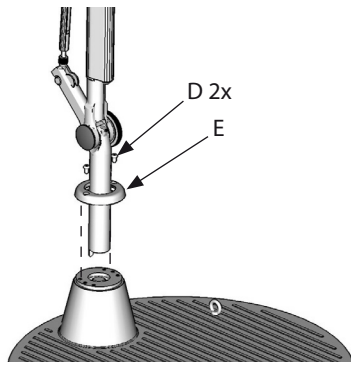
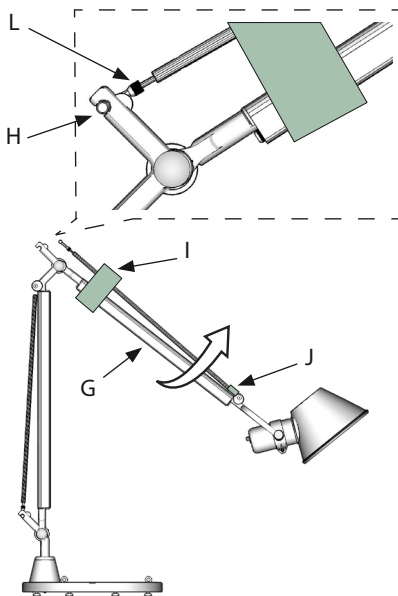

Fig. 4
Fig. 5
Inserire il corpo lampada nella base (fig.4). Bloccare la ghiera E avvitando le viti D nei fori prescelti. Sollevare il braccio G ed inserire il perno H nell'apposita sede **SENZA RIMUOVERE LE PROTEZIONI I e J** (fig. 5).
Insérer le corps de la lampe dans la base (fig.4). Bloquer la bague E en serrant les vis D dans les trous. Soulever le bras G et insérer le pivot H dans le siège approprié **SANS RETIRER LES PROTECTIONS I et J** (fig. 5).
Insert the lamp body into the base (fig. 4). Lock the locking ring (E) by tightening the screws (D) into the selected holes.
Lift the arm (G) and insert pin (H) into the relevant hole **WITHOUT REMOVING THE COVERS (I) and (J)** (fig. 5).
Den Lampenkörper C in den Sockel (D) einsetzen (Abb. 4). Die Schrauben D in die gewählten Bohrungen schrauben, um den Ring E zu blockieren.
Den Arm G heben und den Stift H in seine Aufnahme stecken **OHNE DIE ABDECKUNGEN I und J ZU ENTFERNEN** (Abb. 5).